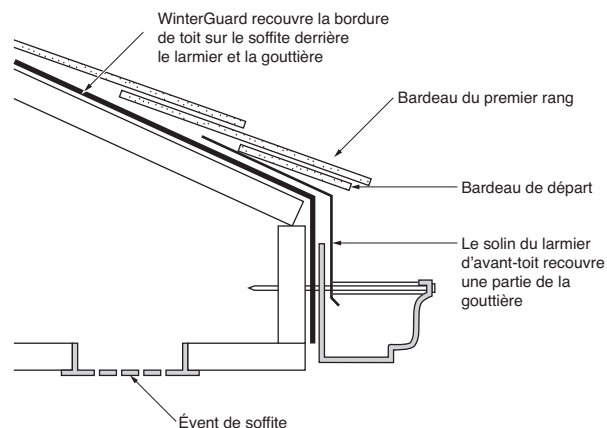

Figure 5-8 : Méthode de pose sur la bordure de toit afin de protéger les gouttières contre les accumulations de glace.
**GOUTTIÈRES :** L'accumulation de glace dans les gouttières est souvent la cause des infiltrations d'eau derrière les planches de rive de toit. Selon la construction de l'avant-toit, la détérioration des soffites et même certains dommages à l'intérieur peuvent alors laisser croire à une fuite provenant du toit. L'une des solutions à ce problème est illustrée à la figure 5-8. Une autre solution consiste à entourer WinterGuard® le long de la rive de toit et sur le soffite, et de clouer une fourrure pour tenir WinterGuard bien en place. Cette fourrure bloque aussi les ultraviolets. Installer la gouttière devant la rive de toit recouverte de WinterGuard. Installer ensuite le larmier sur l'avant-toit et par-dessus WinterGuard. Veiller à ce que le larmier se prolonge bien dans la gouttière, tel qu'illustré à la figure 5-8, afin que les rayons ultraviolets n'atteignent pas WinterGuard. Si la rive de toit est plus large que 6 po (152 mm) environ, WinterGuard doit s'arrêter derrière la gouttière afin qu'il ne soit pas exposé aux ultraviolets. Il se peut que cette technique ne soit pas compatible avec les systèmes à rive de toit en vinyle, en raison de la réaction chimique qui pourrait causer une décoloration du vinyle par l'asphalte.